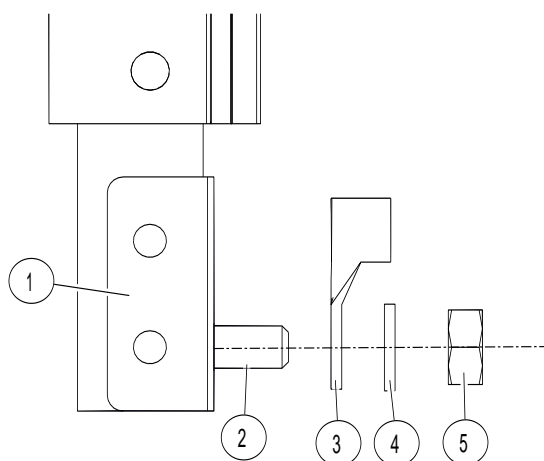

Abb. 19: Quetschkabelschuh verschrauben
- Den Quetschkabelschuh an den Bolzen (Pos. 2) des Einspeiseverbinders (Pos. 1) mit Federring (Pos. 4) und Sechskantmutter (Pos. 5) verschrauben (siehe Abb. 19).